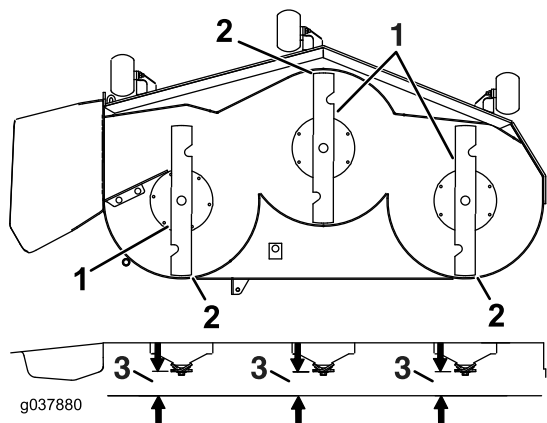

Figura 82
7. Controllate il livello della lama in direzione longitudinale (Figura 82). Accertate che la punta della lama anteriore sia più bassa della punta della lama posteriore mostrata nella tabella dell'angolo di spoglia e dell'altezza del blocco. Per eventuali regolazioni, continuate la procedura.